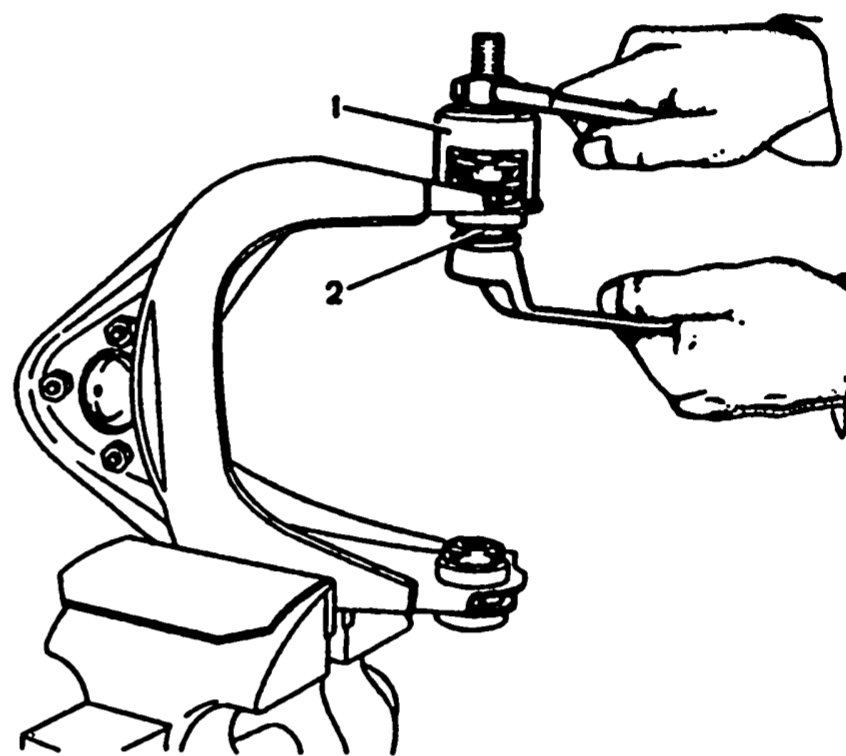

Рис. 4-19. Выпрессовка шарниров верхнего рычага: 1 - приспособление А.47046; 2 - шарнир
**Верхний рычаг.** Для выпрессовки шарниров установите приспособление А.47046 (рис. 4-19) на рычаге так, чтобы головка винта приспособления была направлена внутрь. Завертыванием винта приспособления выпрессуйте шарнир 2.
**Замена резинометаллических шарниров верхних рычагов** подвески производится с помощью приспособления А.47046 таким же способом, как и на снятых рычагах (см. рис. 4-19 и 4-20) в следующем порядке.